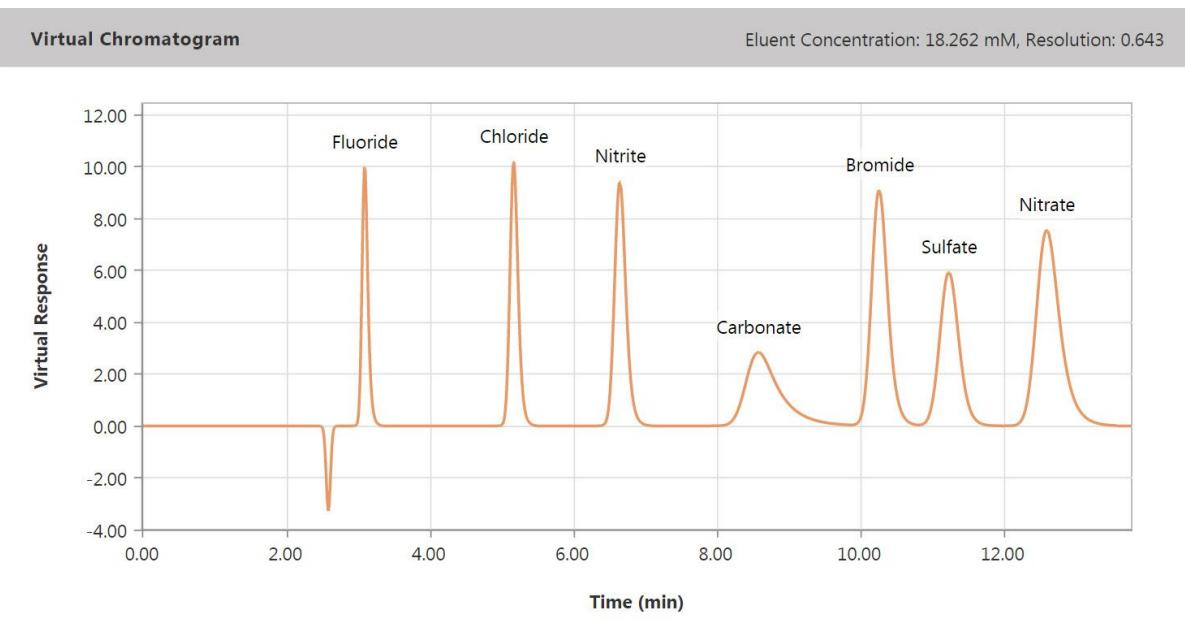

图 9：所有分析物（所有峰的归一化分离度）
**备注：**All Analytes（所有分析物）对于简单分离十分有用，因为它优化了所有色谱峰对的分离度（请参阅图 9）。然而，对于更加复杂的分离而言，例如涉及无法良好分离的峰或在峰数量较大的情况下，All Analytes（所有分析物）可生成包含均匀分离的峰的 Virtual Chromatogram（虚拟色谱图），但并非所有峰都必须实现分离。